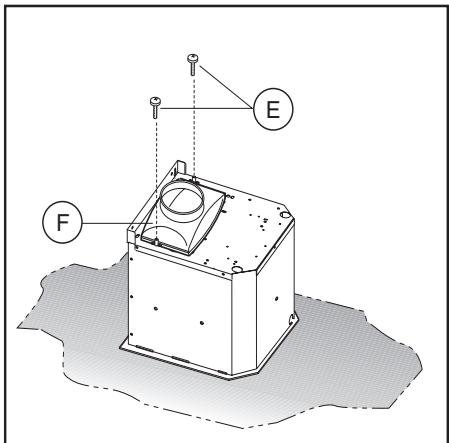

Fig.9
- Si votre produit est muni d'une bride de raccordement, procédez à son assemblage (voir fig. 9) avant de fixer la hotte à la structure.
- Fixez la bride de raccordement **F** dans la partie supérieure du groupe d'aspiration de la hotte à l'aide des 2 vis **E** (fig.9).